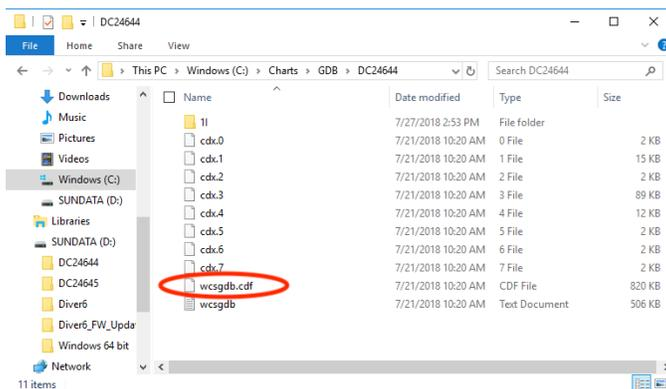

Figura 77: Archivo de índice de gráfico
- La Figura 77 es un ejemplo de la ".CDF". Este archivo es el archivo de índice necesario para que los gráficos S-63 se carguen en el tile server.
- Haga clic en Aceptar (Figura 77) cuando haya terminado.